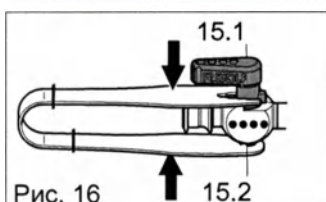

Рис. 16
С вспомогательным инструментом для демонтажа (Рис.16)
- ◇ Продвиньте до упора вспомогательный инструмент для демонтажа как показано на рис. 16 и сожмите.